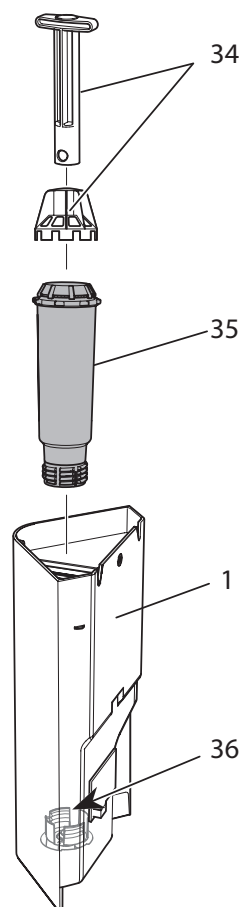

Fig. 19: Montaggio e smontaggio del filtro dell'acqua
7. Installare un filtro nuovo nel serbatoio dell'acqua (vedere Fig. 19).
2. Rimuovere il filtro dell'acqua (vedere *Fig. 19*).